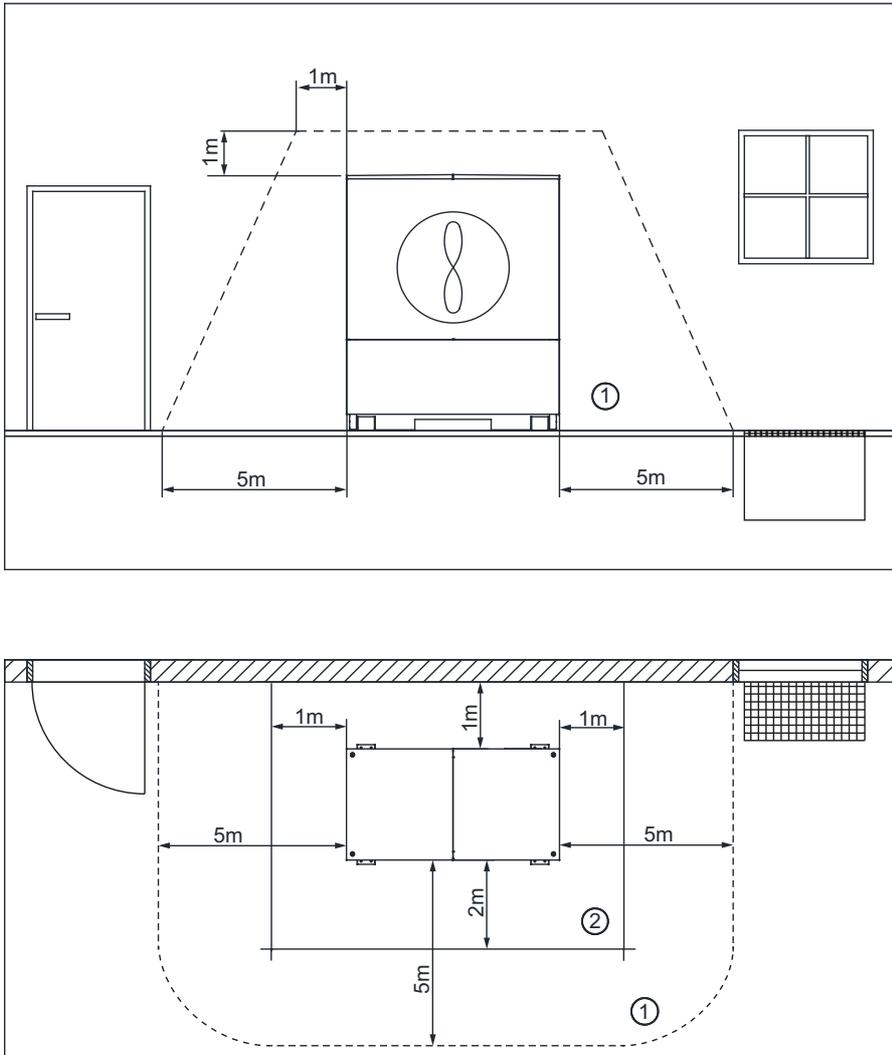
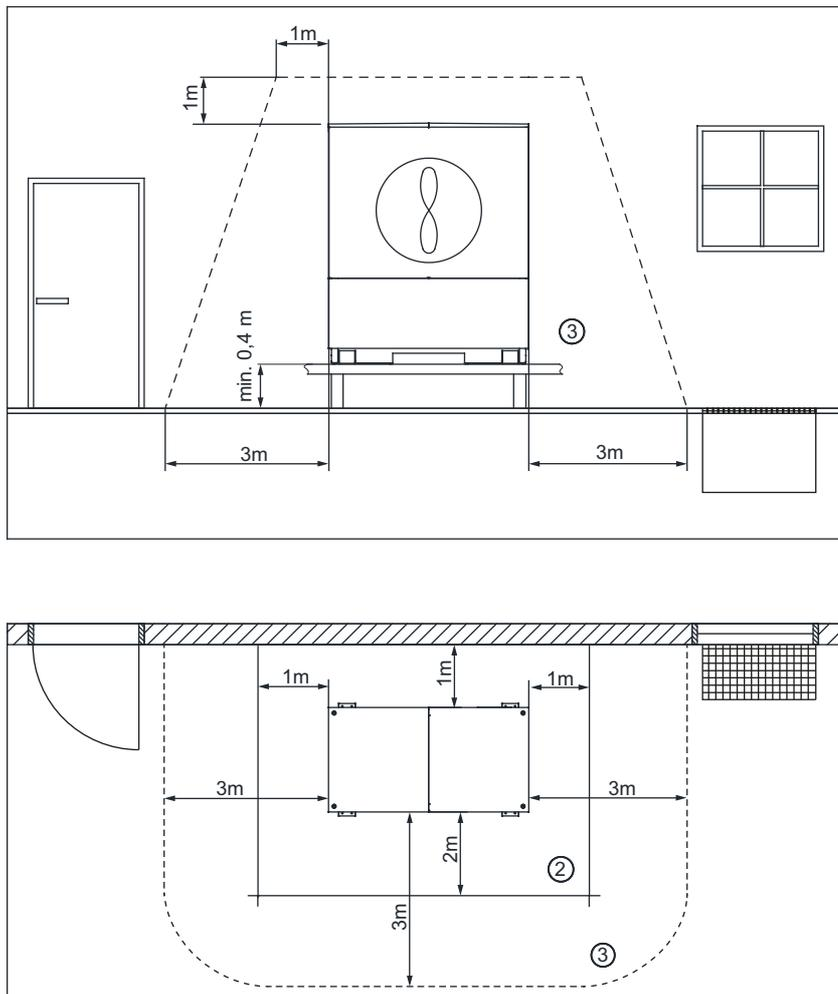

Fig. 6.1: Zona sicura e zona di manutenzione della pompa di calore
Fig. 6.2: Zona sicura e zona di manutenzione della pompa di calore per il montaggio su uno zoccolo
Per l'esecuzione dei lavori di manutenzione occorre mantenere liberamente accessibile un'area apposta ②, ved. Fig. 6.1 a pag. 7 e Fig. 6.2 a pag. 8 con le distanze raffigurate. In caso di installazione di più pompe di calore rispettare le distanze per la manutenzione ② tra le singole pompe di calore.
Mantenere una **zona sicura** ① di 5 metri attorno all'apparecchio (Fig. 6.1 a pag. 7). Questa zona deve essere priva di sorgenti di accensione, finestre, porte, aperture di areazione, lucer-
In caso di montaggio della pompa di calore su uno zoccolo (elevazione) con un'altezza di minimo 40 cm la zona sicura ③ può essere ridotta a 3 metri attorno alla pompa di calore (Fig. 6.2 a